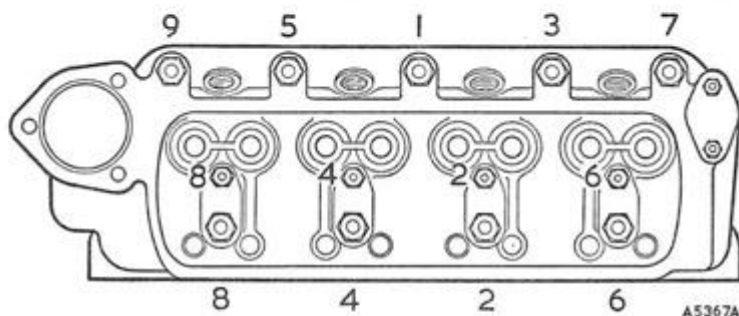

Fig. A.4
4) Løsn vippearmsakslens konsols og topstykkets møtrikker gradvis og i den på fig. A.4 viste rækkefølge. Når spændingen er udløst, tages konsolmøtrikker og aksel og konsoller af.
18) Spænd topstykkets og vippearmsakslens møtrikker til de opgivne tilspændingsværdier og i den på fig. A.4 viste rækkefølge.
11) Spænd topstykkets og vippearmsakslens møtrikker til de korrekte tilspændingsværdier og i den på fig. A.4 viste rækkefølge. Den ekstra bolt på Cooper 'S' skal spændes til sidst. SPÆND IKKE FOR HÆRDT.